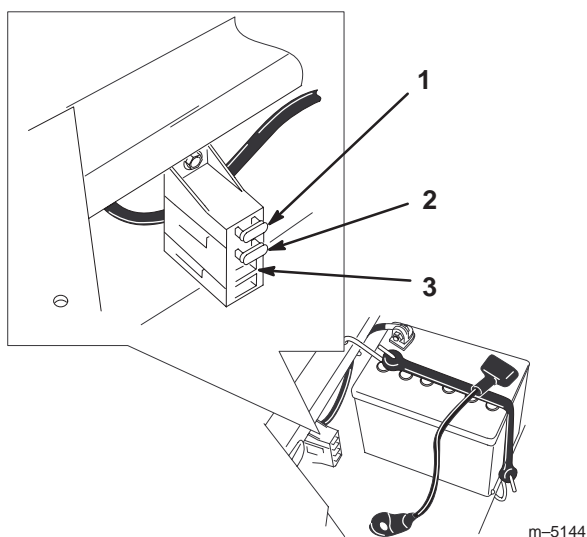

Figure 27
1. Soulevez le siège pour accéder au porte-fusibles (Fig. 27).
2. Pour remplacer un fusible, tirez dessus pour l'enlever (Fig. 27).